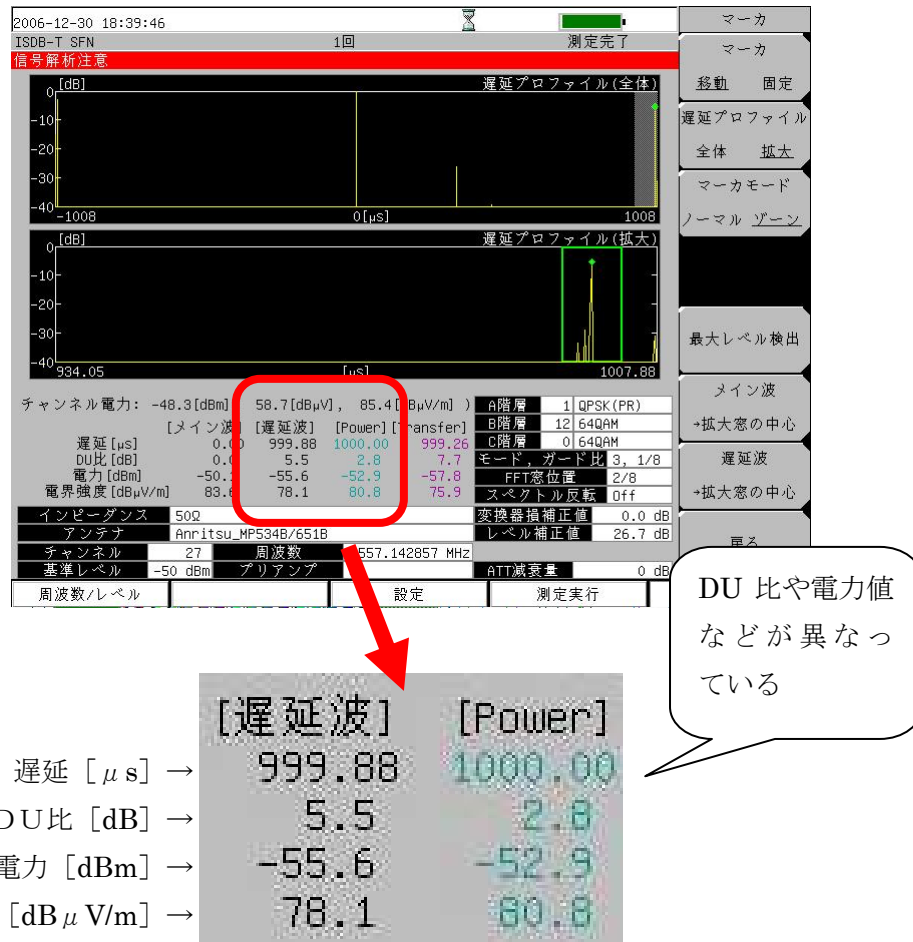

図 7.3 誤って測定される例 ([遅延波] と [Power] の値が異なる場合)
- 目的の遅延波にマーカを合わせたとき、[遅延波] と [Power] の表示の値が異なる (図 7.3)
「遅延波」の測定結果は「Power」（電力スペクトル法）の結果から計算しています。図 7.3 のように値が異なっている場合、次のことが考えられます。